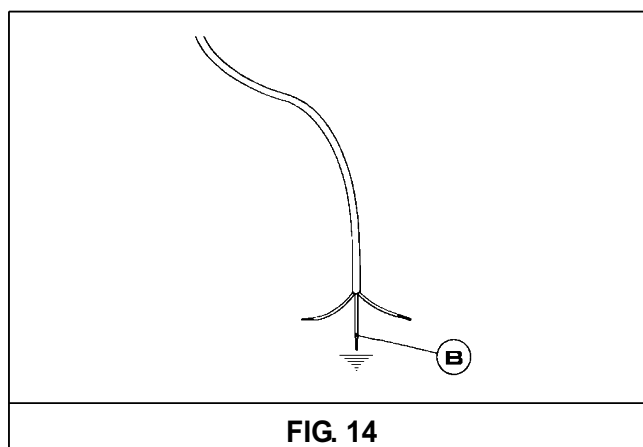

FIG. 14
*En cas de remplacement du câble d'alimentation, l'installateur devra garder le conducteur de terre «B» le plus long par rapport aux conducteurs de phase (fig. 14) et il devra respecter les avertissements indiqués au paragraphe 8.*